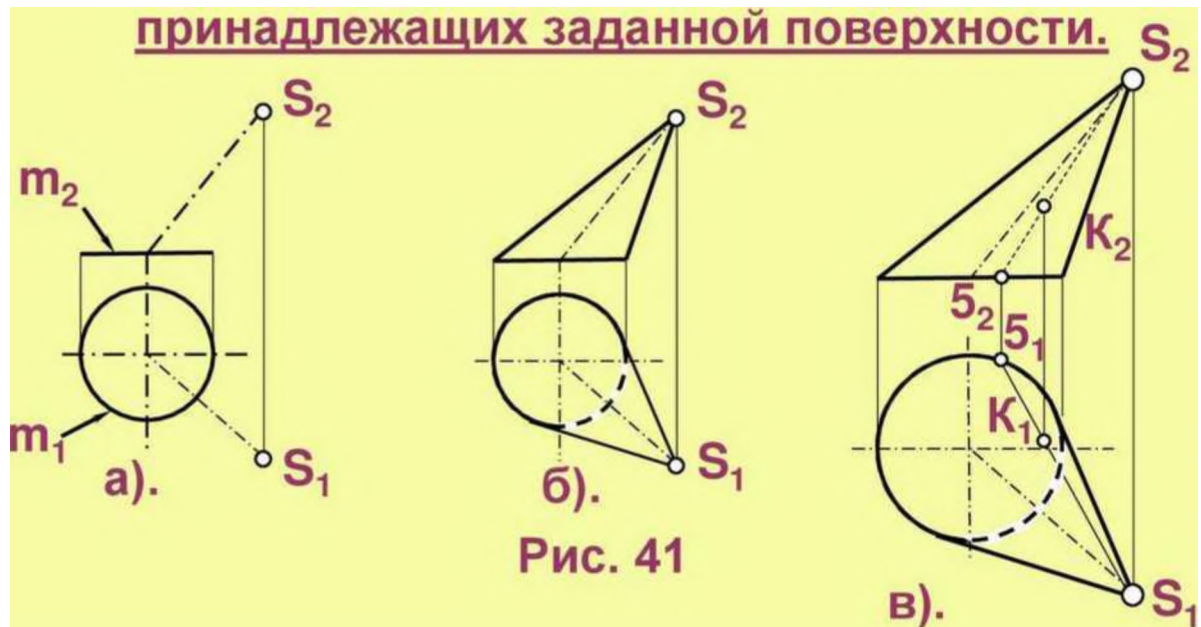

Рис. 41
**Правило принадлежности:** точка принадлежит поверхности, если ее проекции лежат на одноименных проекциях линии, заведомо принадлежащей поверхности (Рис.41 в, точка  $S_5$ ; Кепрямой  $S_5$ ).